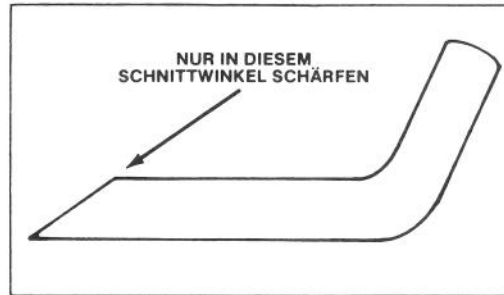

Abbildung 15
6. SCHÄRFEN DES MESSERS — Schärfen Sie die Oberkante des Messers, wobei Sie den ursprünglichen Schnittwinkel bewahren (Abb. 15). Wenn gleichviel Material von beiden Schnittflächen entfernt wird, bleibt das Messer balanciert.